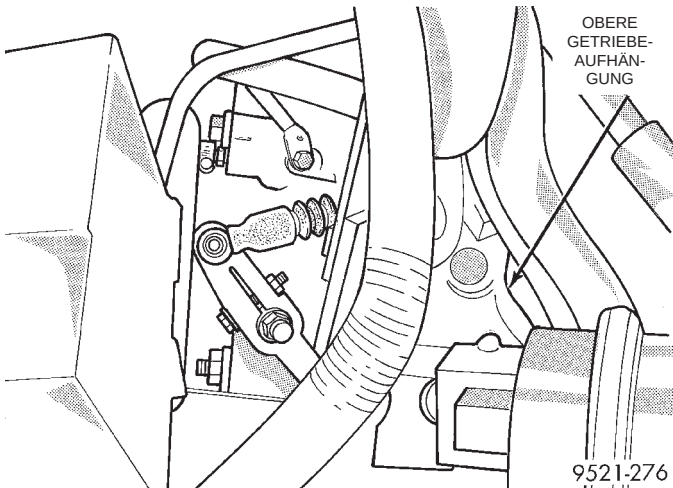

Abb. 46 Obere Getriebeaufhängung
(9) Schrauben der Getriebeaufhängung oben links herausdrehen (Abb. 46).
(10) Fahrzeug auf Hebebühne anheben. Vorderräder abbauen und beide Antriebswellen ausbauen. Beide Antriebswellen ausbauen. Siehe hierzu Kapitel 2, "Radaufhängung".